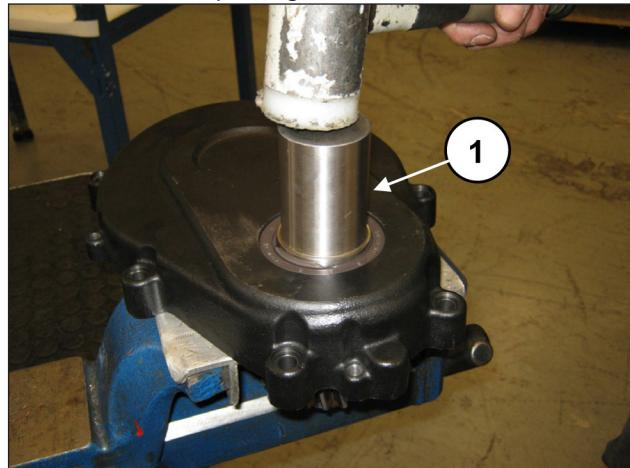

Fig. 8
Désassembler le pignon du couvercle en frappant le pignon à l'aide d'un maillet (rep. ①, Fig. 8).